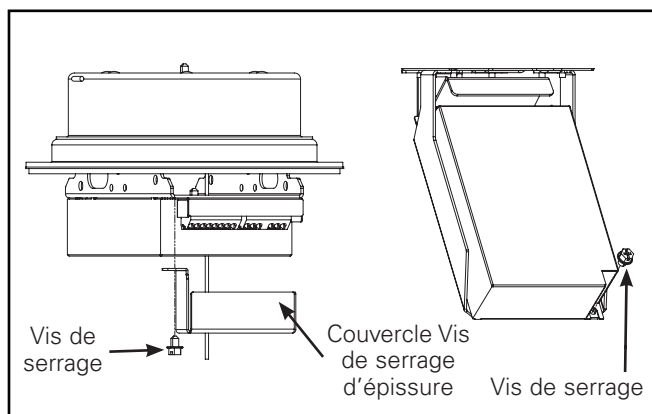

Figure 6.
- Vous pouvez accéder aux connecteurs enfichables du pilote en retirant le couvercle d'épaisseur ou le pilote même du support du pilote, en retirant l'ensemble de la vis de serrage indiquée. (Figure 6).
- Retirez le pilote ou le couvercle d'épaisseur pour accéder aux connecteurs enfichables du pilote. (Figure 6).